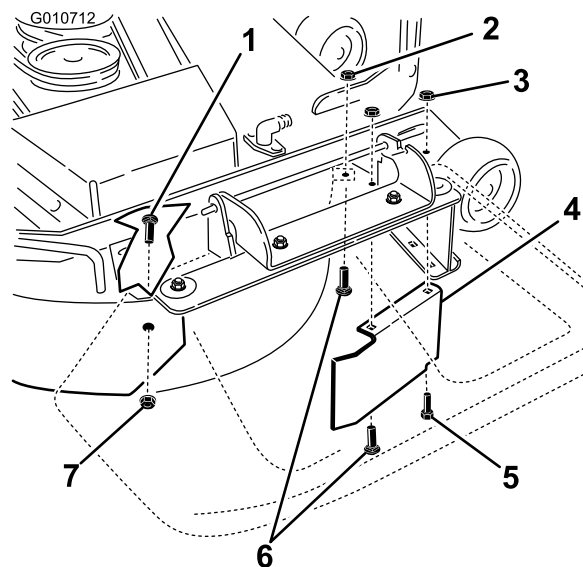

Bild 33
9. Entfernen Sie die Schlossschraube (5/16" x 3/4") und die Sicherungsmutter (5/16") an der Rückwand des Mähwerks, mit denen das Ablenkblech am Mähwerk befestigt ist (Bild 33).
10. Ermitteln Sie den Ablenkblechschild an der vorderen Kante der Seitenauswurföffnung (Bild 33).
11. Entfernen Sie die Befestigungen, mit denen die Ablenkblechschildvorrichtung und das rechte Ablenkblech am Mähwerk befestigt sind (Bild 33).
14. Bringen Sie die Befestigungen an, die Sie vorher aus den vorderen Löchern in der Auswurfplatte und dem vorderen Loch am Mähwerk entfernt haben (**Bild 33**).